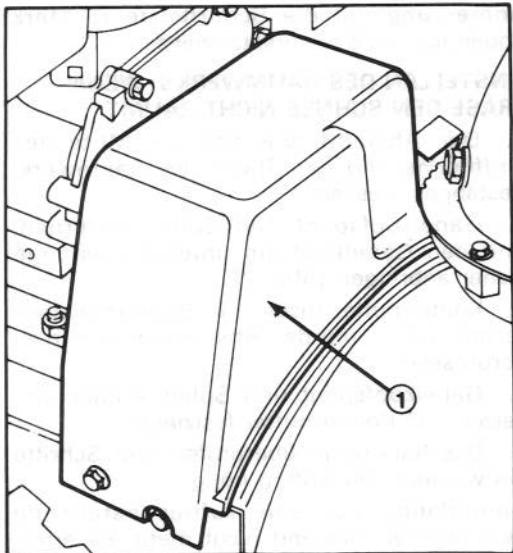

Abbildung 23
2. Die beiden Blechschrauben des Riemenschutzes entfernen und den Riemenschutz abnehmen (Abb. 23).
3. Den Räumwerk'antriebsriemen von der Motorriemenscheibe und von der großen Räumwerk/Gebläse-Riemscheibe abnehmen (Abb. 23).
2. Die beiden Blechschrauben des Riemschutzes entfernen und den Riemschutz abnehmen (Abb. 23).